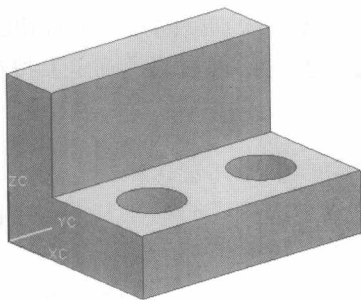

图 1.11 完成镜像特征
(3) 返回【镜像特征】对话框, 单击【确定】按钮, 建立镜像特征, 如图 1.11 所示。